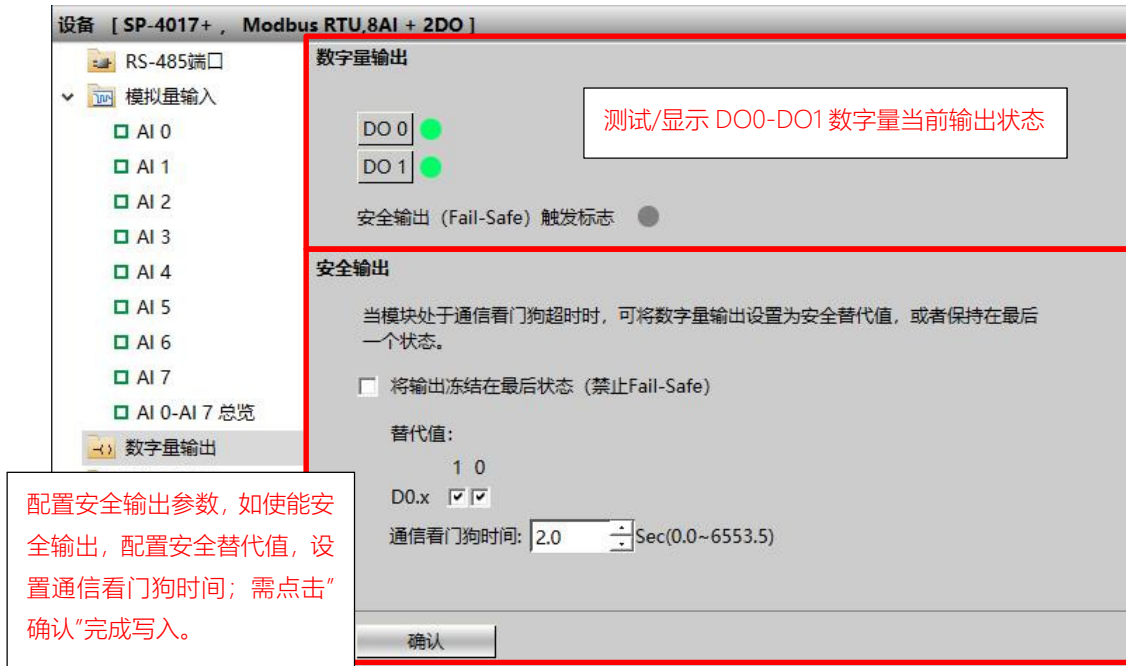

图 8
10、“数字量输出”配置 DO0-DO1 数字量安全输出参数，如图 8 所示；